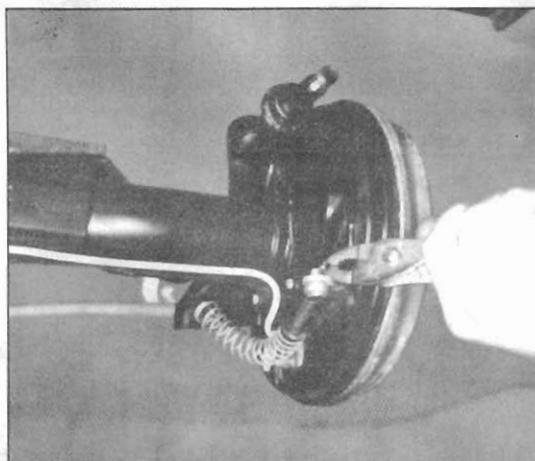

Fig.181 — Desligar os cabos
- Desligar os cabos de comando do travão de estacionamento (fig.181).